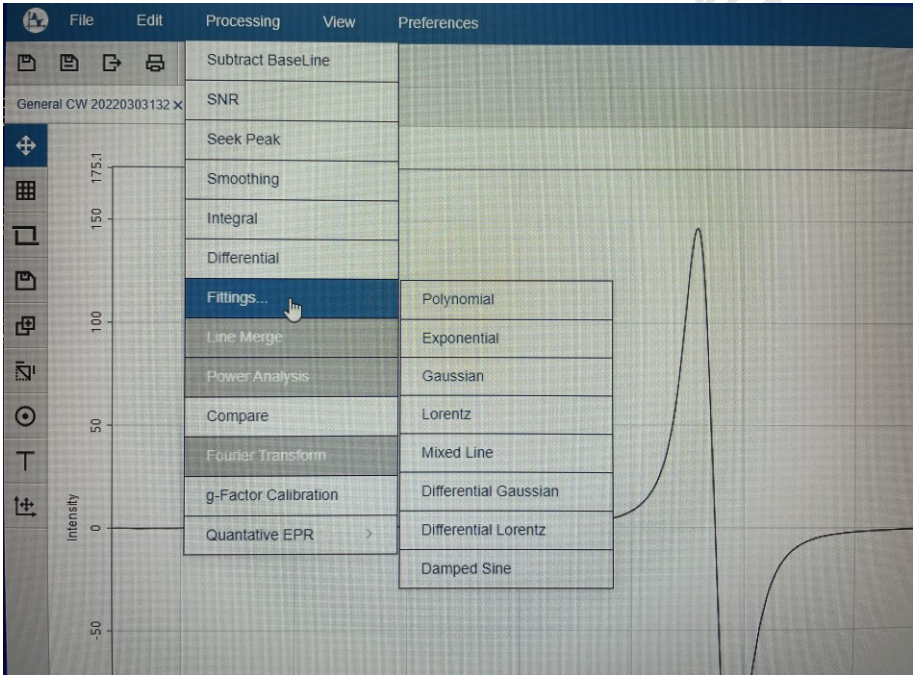

图 6-13 数据处理方式
- (1) 打开桌面上的 EPR Data Processing，或者直接在 EPR200M 的菜单栏中打开 Processing，需注意数据处理软件只能打开 .epr 格式的数据，因此在测试完成后需先将数据存为 .epr 格式
- (2) 数据处理软件的 Processing 栏下可以选择对数据进行基线校正、积分、拟合处理等。见图 6-13。